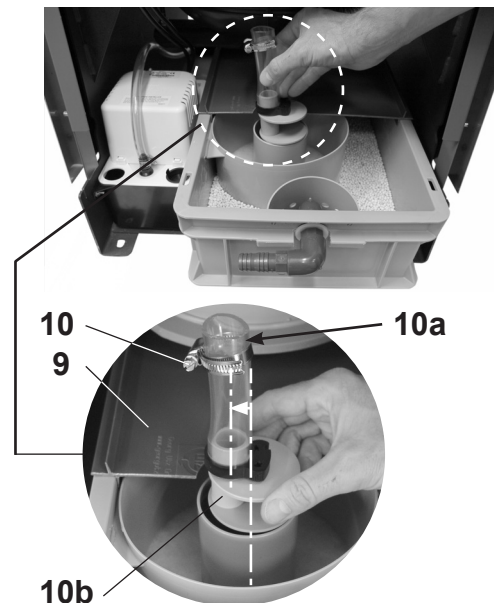
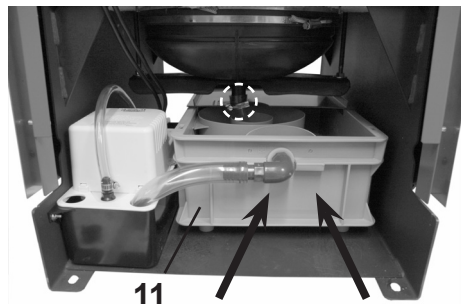
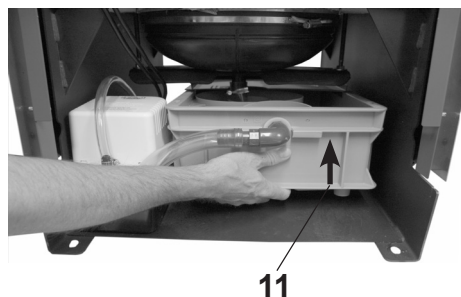

Fig. 21
Fig. 22
Fig. 23
6. Montați capacul posterior (9, Fig. 21) al cutiei de neutralizare.
7. Montați colierul (10, Fig. 21) la aprox. 20 mm de capătul superior al furtunului și strângeți bine. Furtunul (10a, Fig. 21) racordului excentric (10b, Fig. 21) trebuie aliniat spre stânga.
8. Glisați cutia de neutralizare (11, Fig. 22) în cazan până când furtunul sifonului (10a, Fig. 21) se află direct sub racordul de scurgere.
9. Furtunul sifonului (10a, Fig. 21) poate fi împins cu ușurință în racordul de scurgere al tăvii de colectare a condensului ridicând cutia de neutralizare (11 Fig. 23).